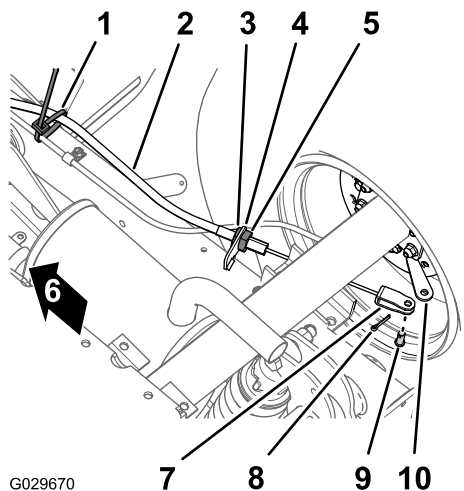

Рисунок 46
1. В нижней части автомобиля снимите кабельную стяжку, которая крепит трос стояночного тормоза к трубке рабочего тормоза (Рисунок 46).
2. Нанесите отметку углового положения в виде черты на передней контргайке троса стояночного тормоза (Рисунок 46).
3. Ослабьте заднюю контргайку и снимите трос с кронштейна троса тормоза (Рисунок 46).
4. Снимите шплинт и шплинтуемый штифт, который крепит вилку троса стояночного тормоза к рычагу привода тормоза, и отделите трос от рычага (Рисунок 46).
1. Проложите резьбовой регулятор троса стояночного тормоза к кронштейну троса, а вилку к рычагу привода тормоза (Рисунок 46).
3. Совместите резьбовой регулятор троса стояночного тормоза с кронштейном троса и затяните заднюю контргайку (Рисунок 46).